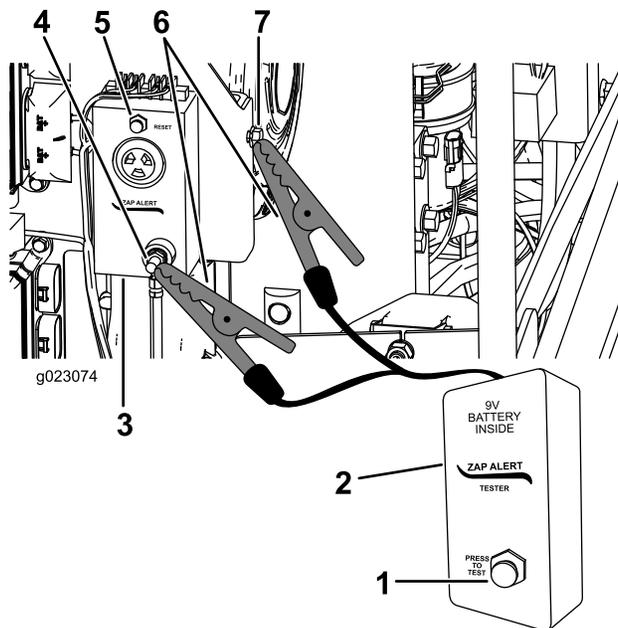

Figura 30
- Conecte uma das garras jacaré do aparelho de teste do Zap-alert ao terminal de aterramento do sistema Zap-alert (Figura 30).
- Pressione o botão de TESTE no aparelho de teste do Zap-Alert (Figura 30).
- Pressione o botão de REARME DO ZAP-ALERT para suprimir o alarme (Figura 30).